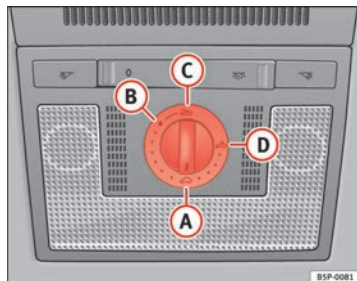

Fig. 67 Detalle del revestimiento interior del techo: mando giratorio del techo corredizo / deflector
- Gire el mando a la posición **A** ⇒ fig. 67 ⇒ ⚠.